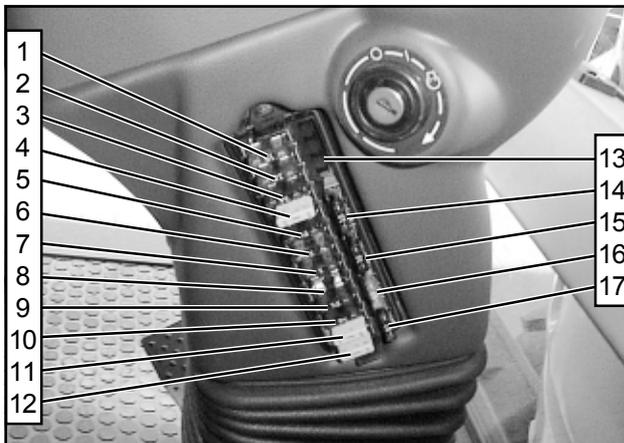

Fig. 4-9
- 2 - Boîte à fusibles (Fig. 4-9)